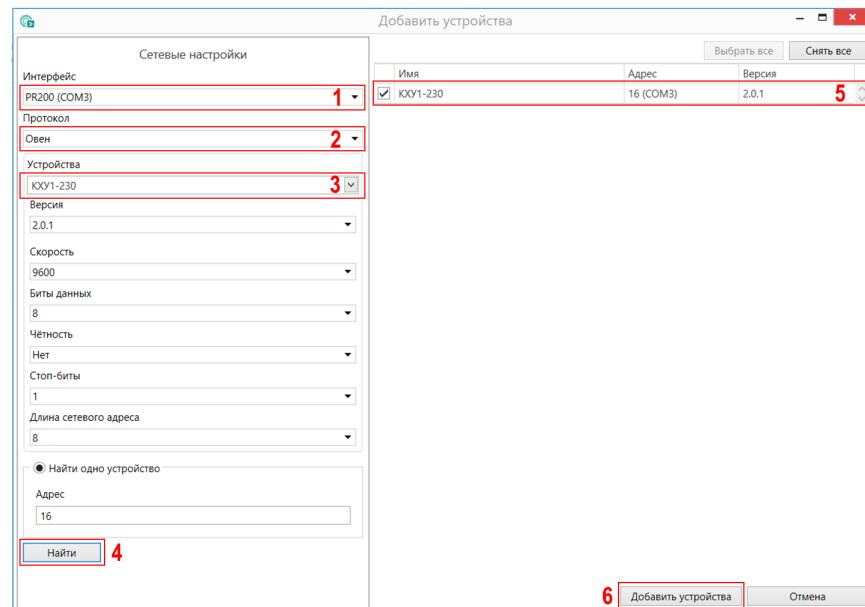

Рисунок 12.1 – Настройки связи с устройством
6. Выбрать интерфейс «PR200 (COM3)» (см. рисунок 12.1, 1). Номер COM порта, присвоенный прибору можно узнать в Диспетчере устройств Windows.
7. Выбрать протокол **ОВЕН** (см. рисунок 12.1, 2).
8. Выбрать устройство (см. рисунок 12.1, 3). Модификация прибора указана на боковой стороне прибора.
9. Выбрать «Найти одно устройство», если добавляется один прибор. Запустить поиск нажатием на кнопку «Найти» (см. рисунок 12.1, 4).
10. Выделить найденное устройство (см. рисунок 12.1, 5).
11. Добавить устройство в проект Конфигуратора по нажатию кнопки «Добавить устройства» (см. рисунок 12.1, 6).
1. Нажать на кнопку **Обновить устройство** в контекстном меню выбранного устройства или в главном меню. Откроется диалоговое окно для смены встроенного ПО устройства. Допускается обновление одного или нескольких устройств. Устройства следует выделить в области устройств (см. рисунок 12.1, 5) и выбрать **Обновить устройство** в контекстном меню или главном меню.